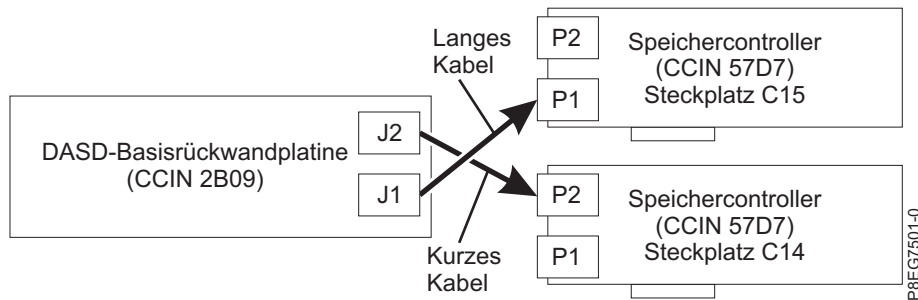

Abbildung 7. SAS-Kabel in einer Konfiguration mit unterteilter Festplatte wieder anschließen
- Wenn Sie über zwei interne PCIe3-x8-SAS-RAID-Adapter (CCIN 57D7) verfügen (unterteilte Festplatte), verbindet das kurze SAS-Kabel den Anschluss an der Rückwandplatine des oberen Plattenlaufwerks (J2) mit dem Anschluss P2 am Adapter in Steckplatz P1-C14. Das lange SAS-Kabel verbindet den Anschluss an der Rückwandplatine des unteren Plattenlaufwerks (J1) mit dem Anschluss P1 am Adapter in Steckplatz P1-C15. Siehe Abb. 7 auf Seite 9.